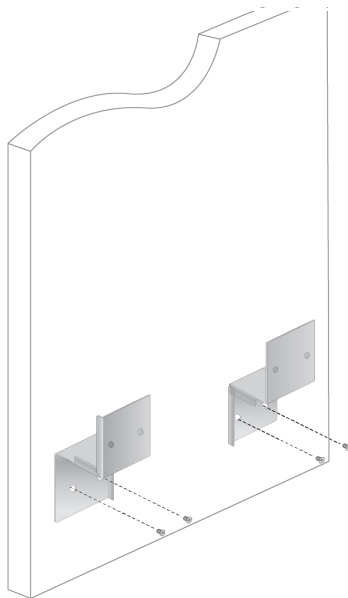

Рисунок 48. Крепление винтами через отверстия
- Приложите кронштейны к стене и закрепите винтами, пропустив их через отверстия в кронштейнах. См. рис. 48.